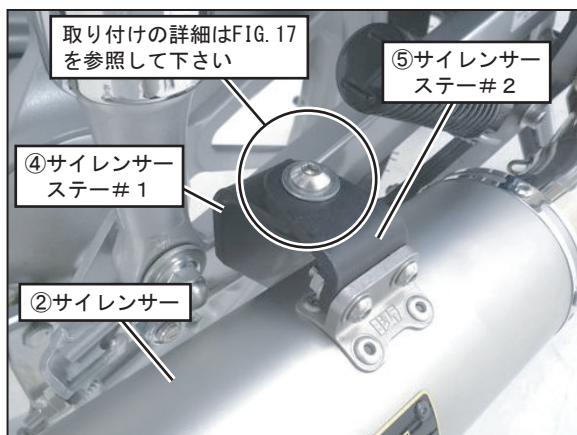

FIG. 16
- 1 1. ④サイレンサーステー# 1に⑤サイレンサーステー# 2を⑨ボタンボルトM8×30、⑪平ワッシャM8×20⑫平ワッシャM8×26、⑭フランジナットM8を使用して仮締めして下さい。(FIG. 16, 17 参照)